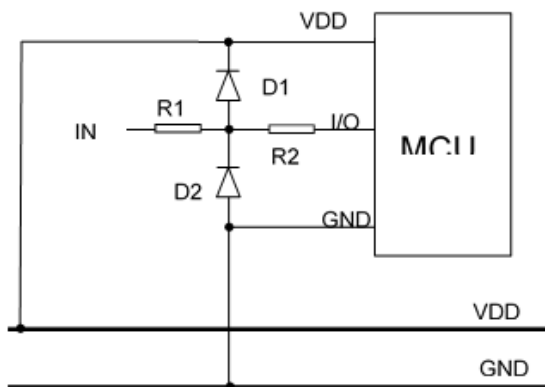

图 15-3 I/O 的 ESD 防护图
- 3) 当 I/O 口为输入口时，其输入电平应在“VDD+0.7V”与“GND-0.7V”之间。若输入口电压不在此范围内可采用如图 15-3 所示方法。